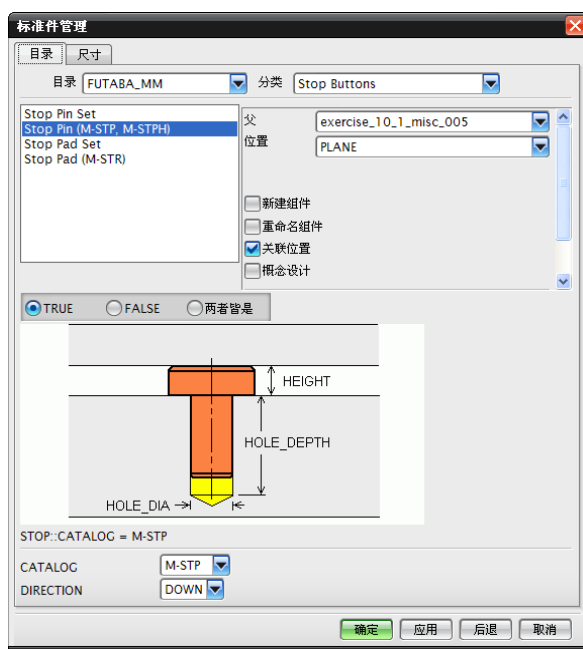

图 10-125 【标准件管理】对话框
(2) 在注塑模设计模块工具栏中单击【标准部件库】图标, 弹出如图 10-125 所示的【标准件管理】对话框。
(3) 在如图 10-125 所示的【标准件管理】对话框的【目录】下拉列表中选择 FUTABA_MM 选项，分类列表中选择 Stop Buttons 选项，显示栏中选择 Stop Pin(M-STP M-STPH)选项，在该对话框下部设置如图所示的参数。
(4) 在如图 10-125 所示的【标准件管理】对话框中，单击【确定】按钮，打开如图 10-120 所示的【选择一个面】对话框。